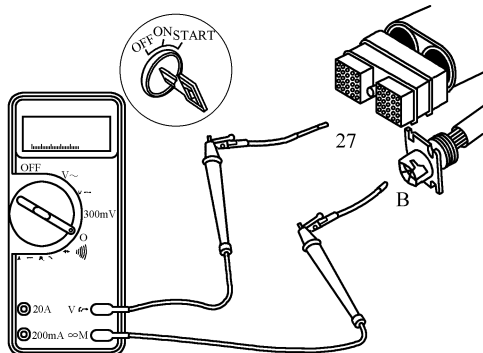

图 5-50 测量触针 27 与触针 B 之间的电阻
② 测量 ECM 插头上触针 27 与 6 针插头触针 B 之间的电阻(图 5-50), 应小于 10Ω , 即显示闭路。如果电路不是闭路, 应维修或更换 OEM 线束。